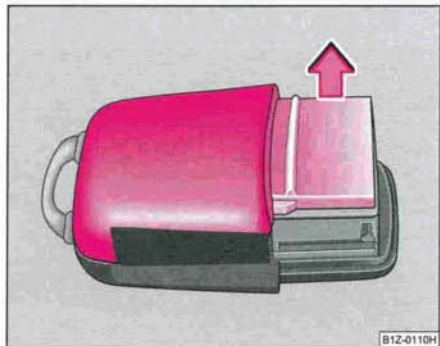

Fig. 25 Couvercle du boîtier de l'émetteur
- Retirez le couvercle du boîtier de l'émetteur ⇒ fig. 25 dans le sens de la flèche.